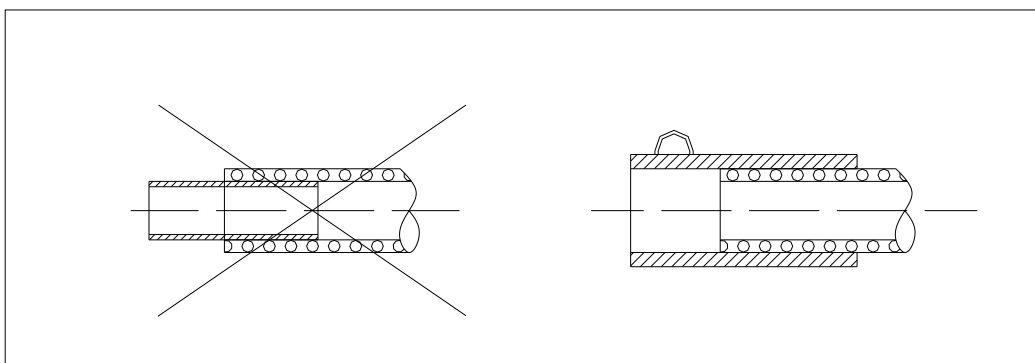

Figura 3
- evitar o uso da ponteira na extremidade da mangueira, pois reduz a seção e aumenta a pressão interna na mangueira. (vide figura 3)